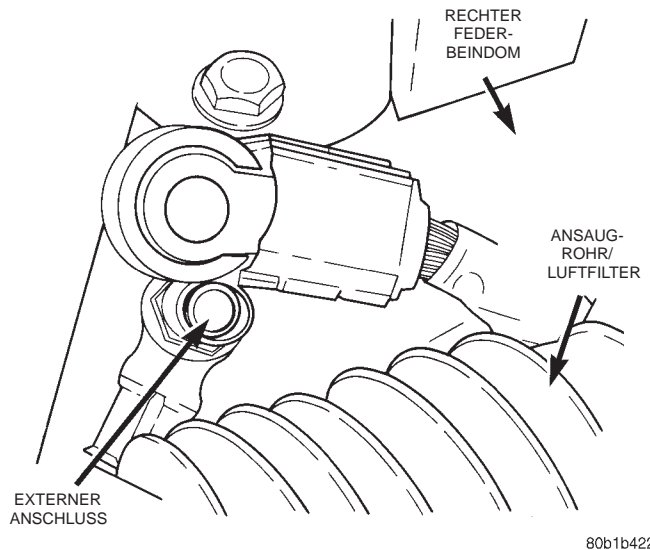

Abb. 13 Batterie-Minuskabel vom externen Batterieanschluß abklemmen
(1) Die Motorhaube öffnen und das Batterie-Minuskabel vom externen Batterieanschluß abklemmen (Abb. 13).
(2) Die mittlere Abdeckblende lösen, in der sich das Bedienfeld der Klimaanlage befindet. Die Blende ist aufgesteckt.
(3) Den Kabelbaum-Steckverbinder vom Steuergerät der Klimaanlage abziehen.
(4) Ist der Innentemperaturfühler defekt (Fehlercode 26), muß das Steuergerät der Klimaautomatik ausgetauscht werden. Kann lediglich der Papiertest nicht erfolgreich durchgeführt werden, kann die Ursache hierfür auch beim Lüftermotor des Innentemperaturfühlers liegen.
(5) Die beiden Befestigungsschrauben lösen, mit denen der Lüftermotor an der Rückseite des Steuergerätes der Klimaautomatik befestigt ist, und den Lüfter ausbauen.
(6) Wenn der Papiertest fehlschlägt, aber kein Fehlercode 26 (defekter Thermistor) vorliegt, nur den Lüftermotor des Innentemperaturfühlers austauschen.
(2) Das untere rechte Geräuschkämmelement unter der Instrumententafel ausbauen.
(3) Den Steckverbinder des Gebläsemotors vom Widerstandsblock bzw. vom Stromversorgungsmodul abziehen.
(4) Die Gummitülle der Gebläsemotor-Verdrahtung zusammendrücken und die Gummitülle durch die Abdeckung des Gebläsemotors drücken.
(5) Die Abdeckung des Gebläsemotors abbauen.
(6) Die Befestigungsschrauben des Gebläsemotors lösen.
(7) Den Gebläsemotor nach unten aus dem Gehäuse ausbauen.
- (1) Die Motorhaube öffnen und das Batterie-Minuskabel vom externen Batterieanschluß abklemmen (Abb. 13).
- (2) Das untere rechte Geräuschkämmelement unter der Instrumententafel ausbauen.
- (3) Die Steckverbinder vom Stromversorgungsmodul des Gebläsemotors abziehen.
- (4) Die Befestigungsschrauben des Stromversorgungsmoduls lösen.
- (5) Das Stromversorgungsmodul aus dem Gehäuse der Heizung herausziehen.
- (3) Die Steckverbinder vom Gebläsewiderstand abziehen.
- (4) Die Befestigungsschrauben des Gebläsewiderstands lösen.
- (5) Den Gebläsewiderstand aus dem Gehäuse der Heizung herausziehen.